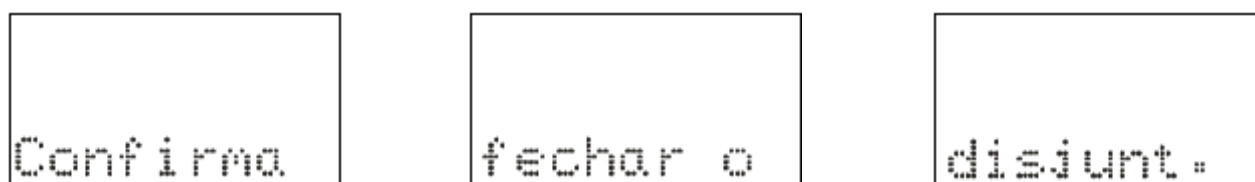
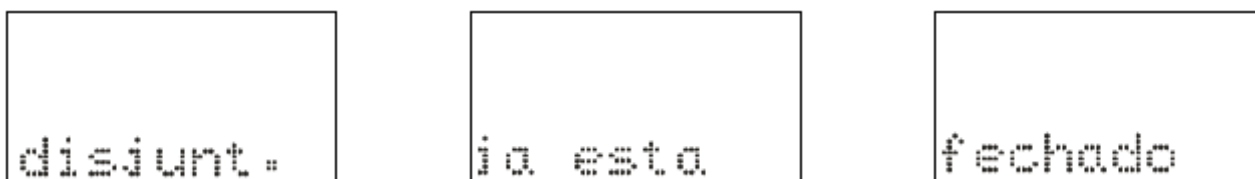

Figura 3.10: Comando local para fechar o disjuntor.
Figura 3.11: Informação da IHM local para disjuntor já fechado.
a) Pressionar a tecla  para realizar comando de ligar o disjuntor. A IHM local sinaliza a operação conforme figura 3.10. Após a confirmação do comando, o relé aguarda aproximadamente o tempo programado no parâmetro TempLD\* (Pasta geral do aplicativo) para enviar comando de CLOSE para o disjuntor. Caso o disjuntor já esteja fechado, a IHM local realiza a sinalização mostrada na figura 3.11.